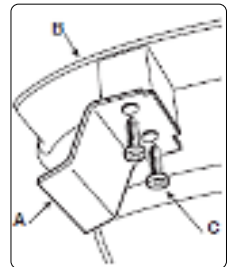

Рис. 38
- Снимите нож-отсекатель (A) с защитного кожуха (B), открутив винты (C) (Рис. 38).